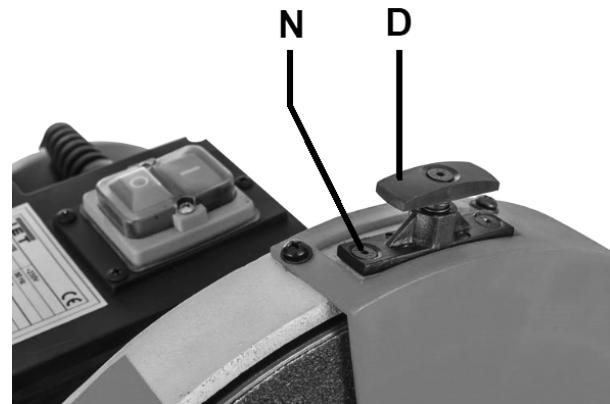

Fig 3
Montieren Sie die Tellerbremse (D, Fig 3) mit zwei Senkkopfschrauben (N).